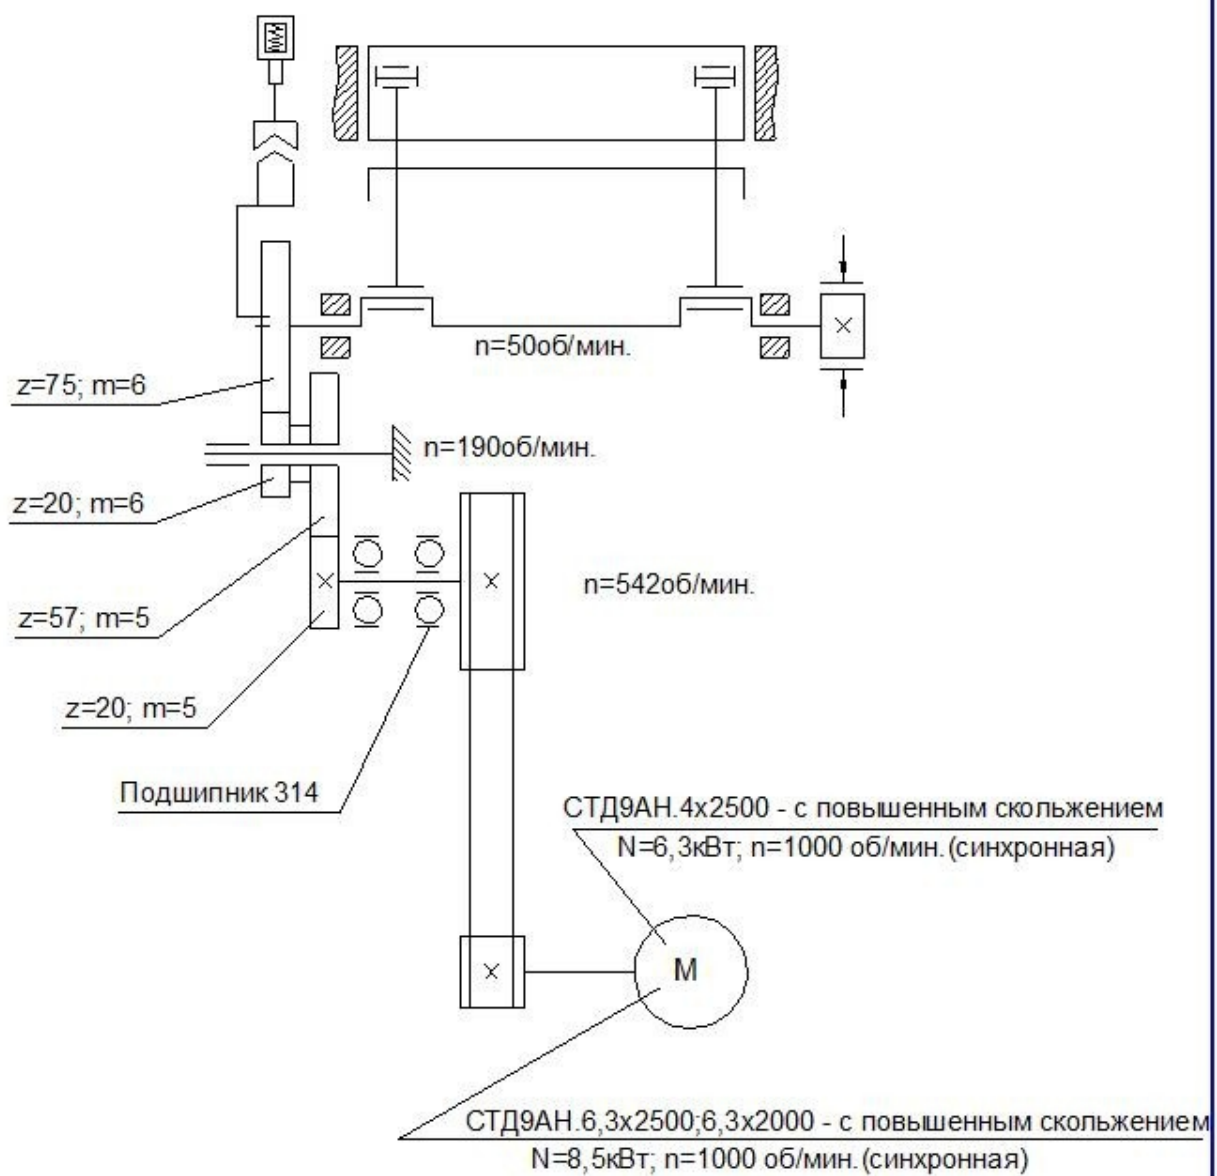

Рис.3 Схема кинематическая
1.3.1 Схема кинематическая (рис.3)